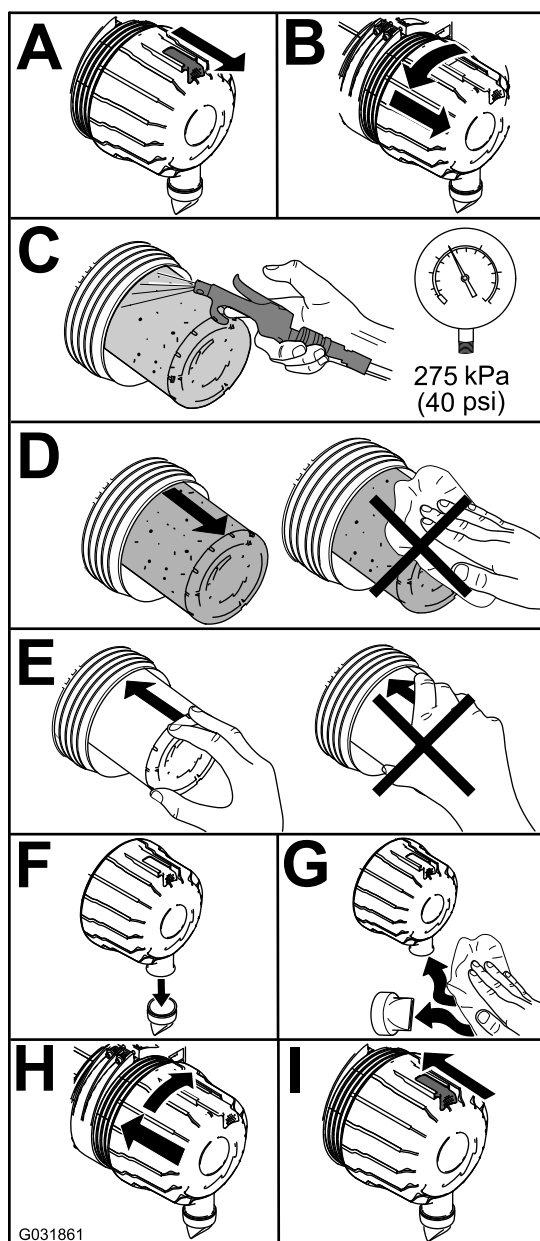

Figura 91
1. Cambie el limpiador de aire (Figura 91).